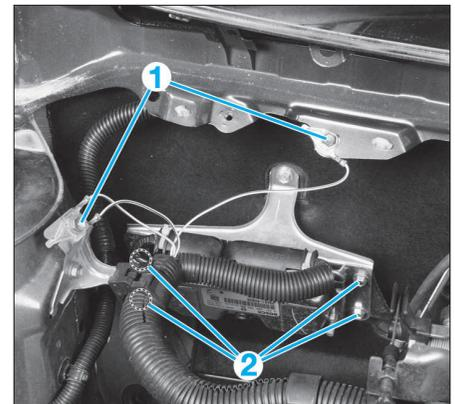

FIG. 54
- Déposer les fils de masse (1) (Fig.54).
- Déposer les 4 vis de fixation (2) (Fig.54), puis extraire le calculateur.